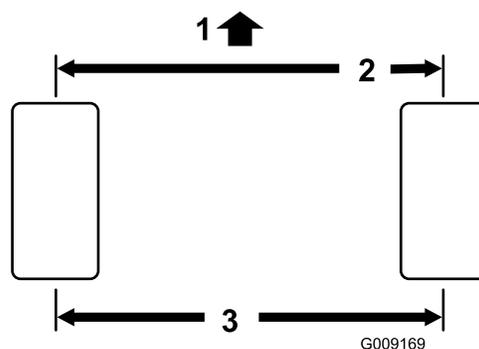

Рисунок 75
2. Измерьте межцентровое расстояние (на высоте моста) на передней и задней сторонах рулевых колес (Рисунок 75).